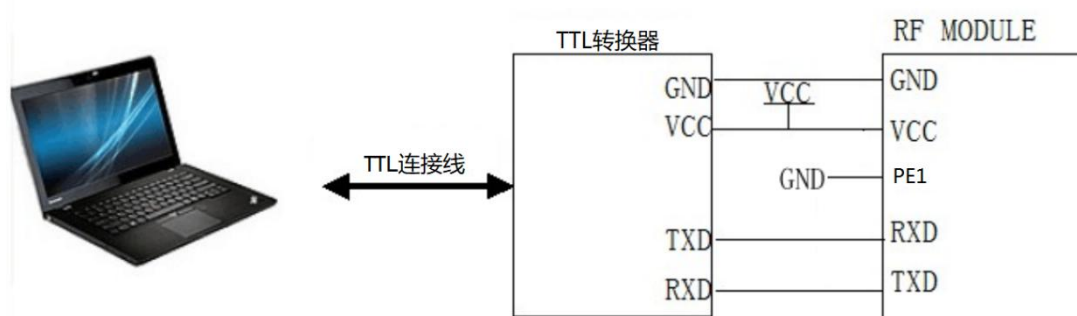

图 9.1 无线模块和电脑连接示意图 (TTL)
- 2、把电脑串口用转换器转成相应的电平后和模块连接，如图 9.1 所示。